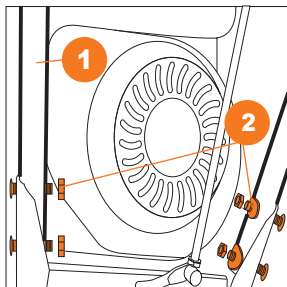

Рис. 4
- Закрепите панель оператора **1** к корпусу снегоуборщика с помощью четырех болтов, шайб и гаек **2** (для **DAST 6060**) (Рис. 4).